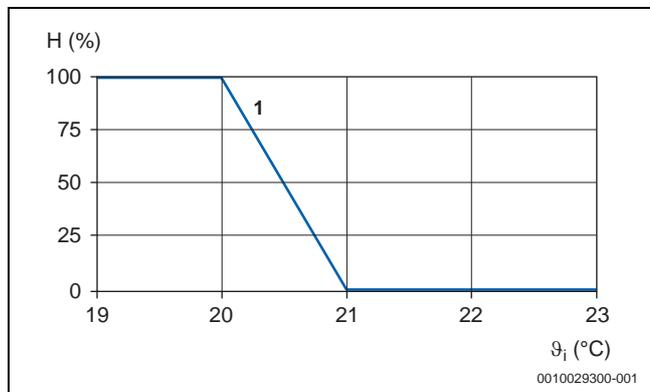
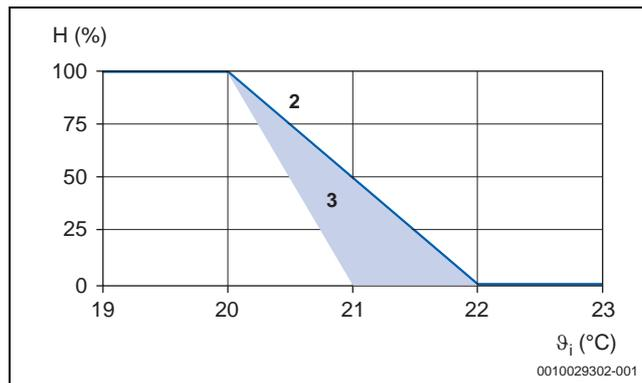

Bild 129 Vereinfachte Darstellung des Regelverhaltens (beispielhaft 1 K) von Buderus Einbauventilen
Bild 130 Vereinfachte Darstellung des Regelverhaltens (beispielhaft 2 K) von konventionellen Einbauventilen
Die Kombination der gasgefüllten Thermostatköpfe Danfoss RA und der Buderus Flachheizkörper Logatrend VC.../VCM... mit den serienmäßigen Einbauventilen N oder U ermöglicht über den gesamten  $k_V$ -Wert-Bereich eine P-Abweichung  $\leq 1$  K ( $\rightarrow$  Bild 129). Das bessere Regelverhalten gegenüber konventionellen Einbauventilen mit 2 K bis 3 K P-Abweichung ergibt nach DIN V 4701-10 (EnEV) im Neubau bis zu 5 % Energieeinsparung, die im Gebäudebestand realistisch höher liegt ( $\rightarrow$  Bild 130). Neben dem Aspekt der Energieeinsparung beugt das bessere Regelverhalten bei 1-K-Auslegung evtl. auftretenden Behaglichkeitsstörungen durch Unterkühlung des Raums vor.
**Legende zu Bild 129 und Bild 130:**